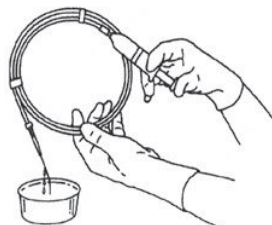

図1
(1) ストレートタイプのカテーテルは、保護チューブ内の手元部ルアーからフラッシュする(図1)。